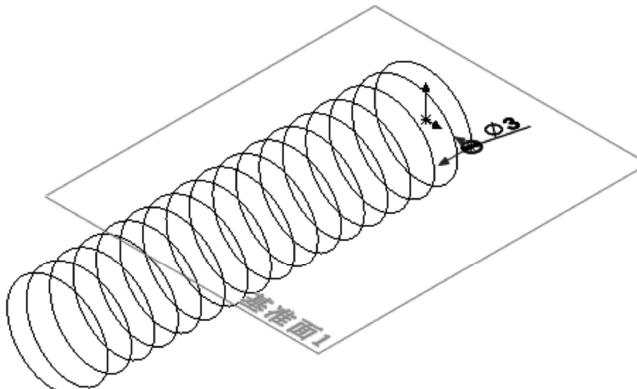

图 9-30 在基准面 1 上绘制草图
- [2] 在基准面 1 上绘制草图，如图 9-30 所示。